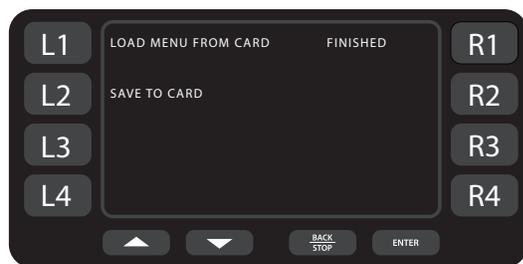

Figura 16: Subiendo...termino
2. Presione la tecla R1 para tener acceso a la pantalla de “Load Menú” (Figura 16)
4. Presione la tecla suave L1 (Figura 16)
2. Presione la tecla suave R1 para tener acceso a la pantalla de “Load Menú” (Figura 16).
4. Presione la tecla suave L2 (Figura 16).